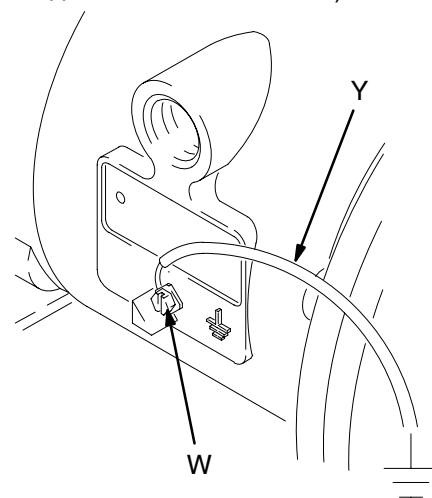

Рис. 1
- **Насос.** Подсоедините провод и зажим заземления согласно рис. 1. Ослабьте винт (W) заземления. Вставьте один конец провода (Y) заземления, сечение которого должно составлять не менее 1,5 мм² (12 ga), за винт заземления и надежно затяните винт. Подсоедините конец заземляющего провода с зажимом к фактическому грунтовому заземлению. Заказывайте деталь № 222011 (провод заземления и зажим).